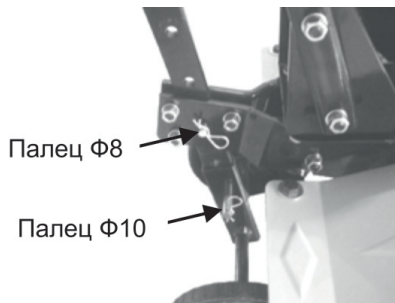

Рис. 4
3. Установите сошник в сцепное устройство культиватора и зафиксируйте его с помощью пальца диаметром 8мм и шплинта (рис. 4);
4. Соедините транспортировочные колеса с сошником и закрепите их с помощью пальца диаметром 10мм и шплинта (рис. 4);